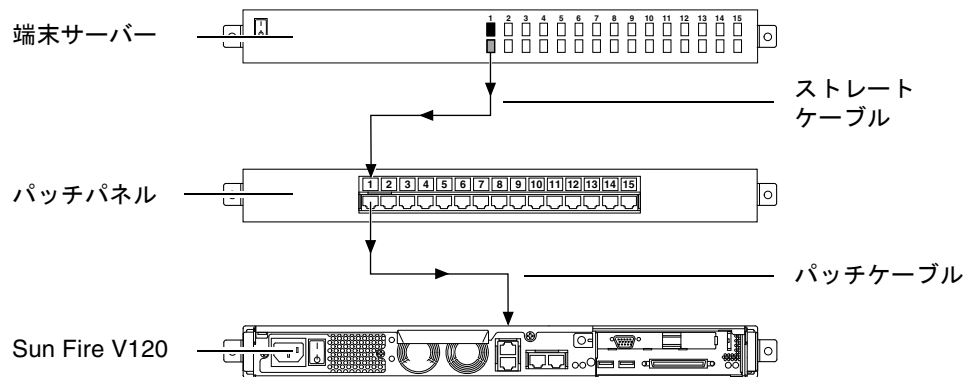

図 6-3 端末サーバーと Sun Fire V120 間のパッチパネル接続
- パッチパネルにロールオーバーケーブルを接続し、ストレートのパッチケーブルを使用して、そのパッチパネルを Sun Fire V120 または Netra 120 サーバーに接続する (図 6-3 を参照)